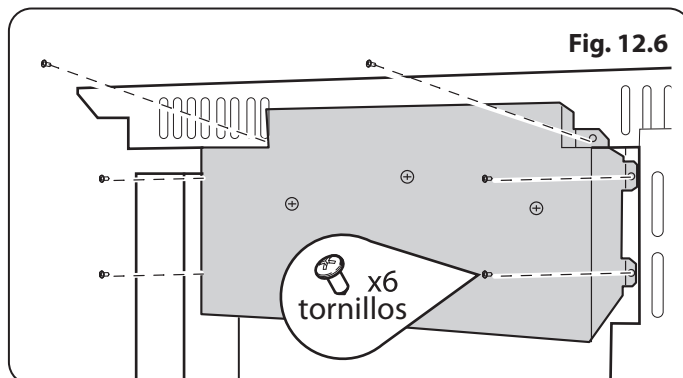

Fig. 12.6
4. Vuelva a colocar los seis tornillos **Fig. 12.6**.